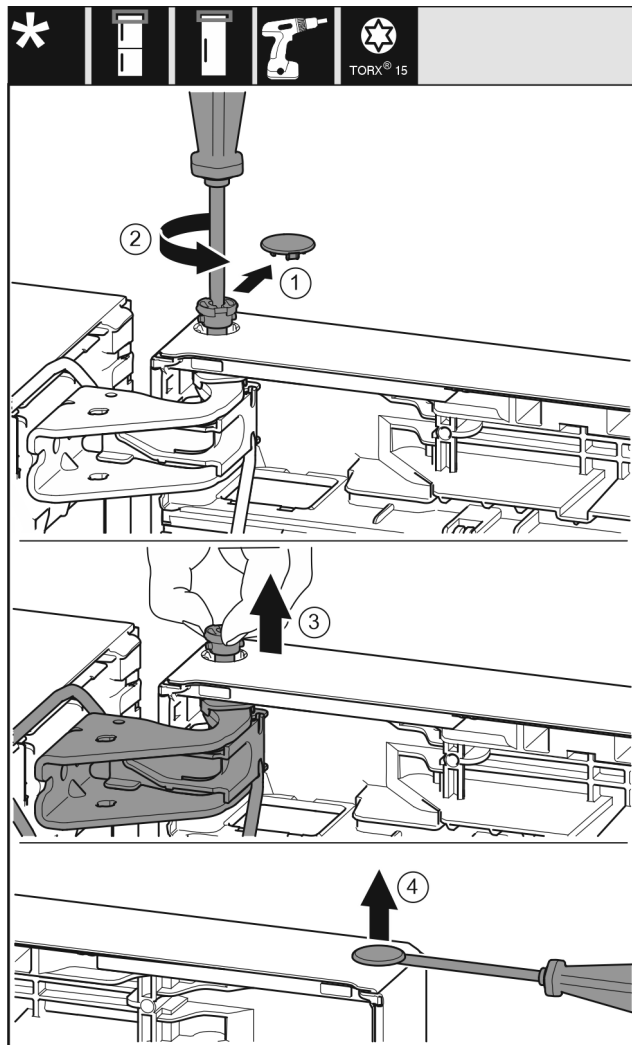

Fig. 22
- ▶ Óvatosan húzza le a biztonsági fedelet. Fig. 22 (1)
- ▶ Tekerje ki a csapot egy kissé a T15 csavarhúzóval. Fig. 22 (2)
- ▶ Tartsa meg az ajtót, és húzza ki a csapszeget az ujjával. Fig. 22 (3)
- ▶ Óvatosan emelje ki a dugaszt az ajtó csapágyperselyéből lapos csavarhúzóval, és húzza ki. Fig. 22 (4)